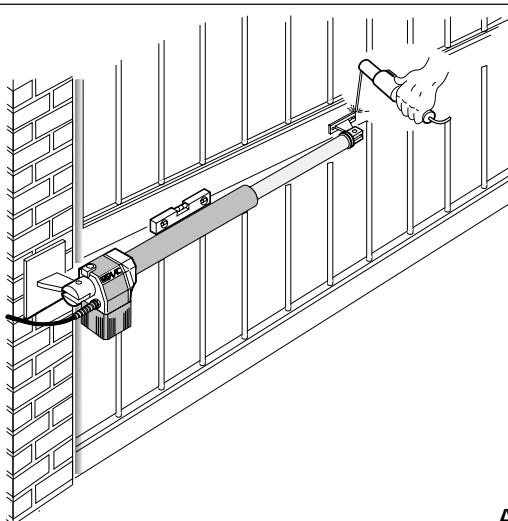

Abb. 7
- 8) Den Torflügel schließen und bei waagrechtem Antrieb die vordere Anschlußposition am Tor ermitteln (Abb. 7).